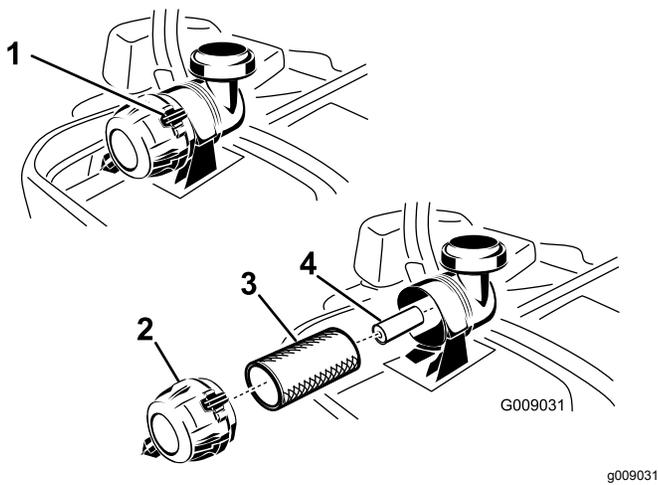

Figura 42
4. Libere los enganches del limpiador de aire y tire de la tapa del limpiador de aire para separarla del cuerpo del limpiador de aire (Figura 42).
6. Extraiga con cuidado el filtro primario de la carcasa del limpiador de aire (Figura 42).
2. Si va a cambiar el filtro interior, deslícelo cuidadosamente en el cuerpo del filtro (Figura 42).
3. Deslice cuidadosamente el filtro primario por encima del filtro de seguridad (Figura 42).
4. Instale la tapa del limpiador de aire y gírela hasta que los enganches la bloqueen en su sitio (Figura 42).